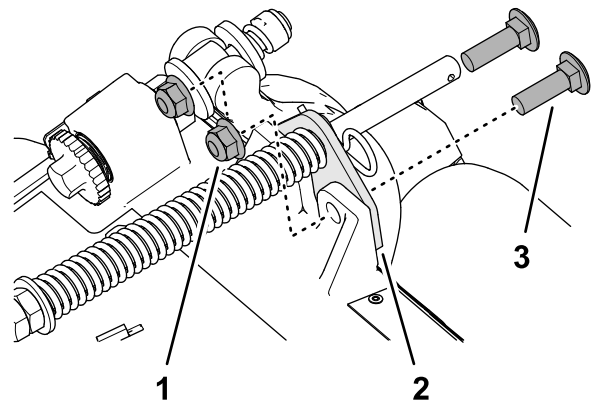

Figura 11
2. Retire las 2 contratuercas con arandela prensada ($\frac{3}{8}$ ") y los 2 pernos de cuello cuadrado ($\frac{3}{8}$ " x $1\frac{1}{4}$ ") que sujetan el soporte del muelle de compensación al bastidor de la unidad de corte (Figura 11).